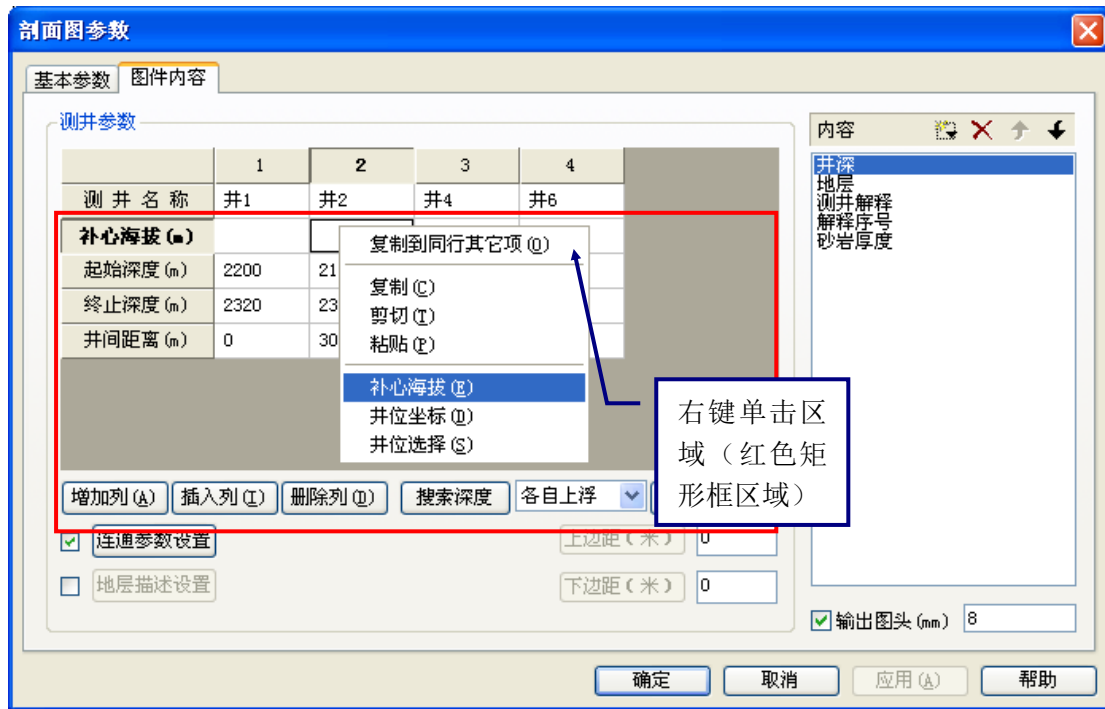

图 74
a. 在测井参数区域内（红色矩形框）单击右键，在弹出的菜单中选择**补芯海拔(E)**。（如图 74）